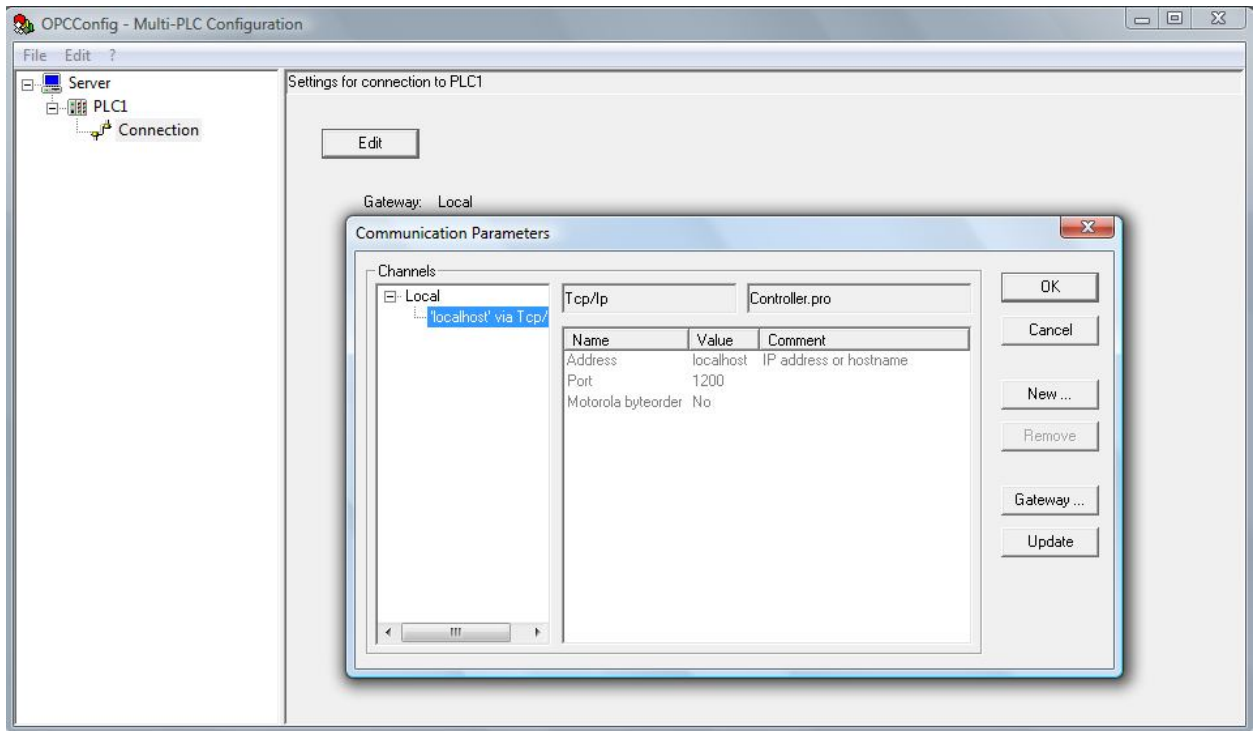

Рис. 49. Настройка OPC-сервера.
7. Настроить параметры OPC-сервера. Для этого необходимо запустить конфигуратор OPC-сервера (Пуск → Все программы → 3S Software → Communication → CoDeSys OPC Configurator). В окне конфигуратора требуется добавить PLC (Append PLC) и настроить соединение (Connection). По существу достаточно выбрать из списка соединение, настроенное в проекте CoDeSys (рис. 49).